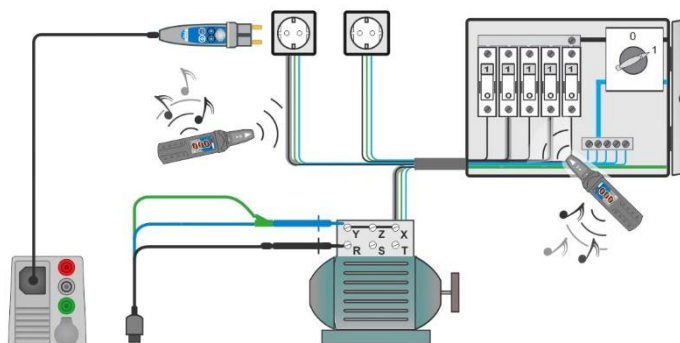

Abbildung 7.66: Aufspüren von Leitungen in Wänden und in Schränken
- › Schließen Sie den 3-Leiter Prüfadapter oder den Commander-Prüfstecker an den Prüfpunkten an, siehe **Abbildung 7.66** und **Abbildung 7.67**.